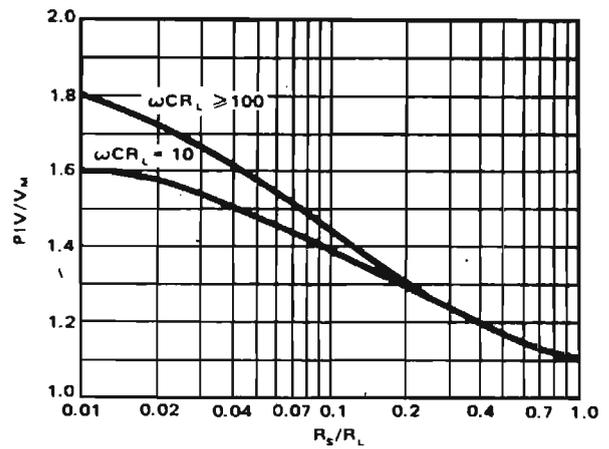

Fig. 8
4) Pour terminer, trouver la tension inverse de crête à l'aide de la figure 8 en tenant compte du fait que le montage en pont permet de diviser par 2 cette